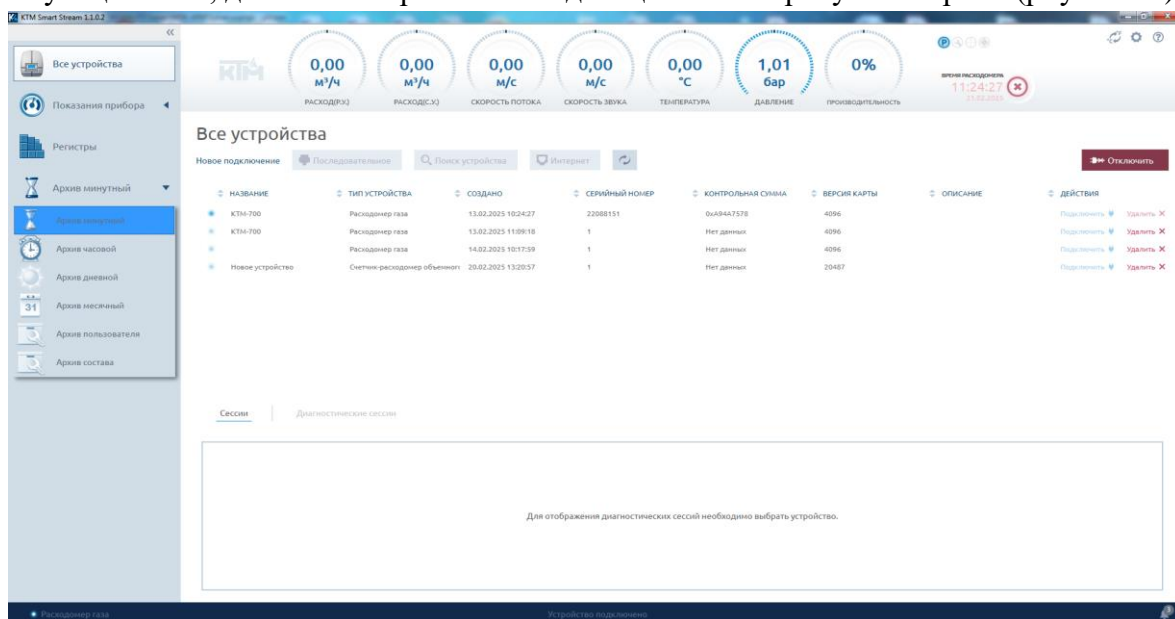

Рисунок 59 – Выбор архива
3.13.5.1 Для перехода к работе с архивом необходимо в SmartStream перейти в соответствующее окно, для чего выбрать в выпадающем меню требуемый архив (рисунок 59).